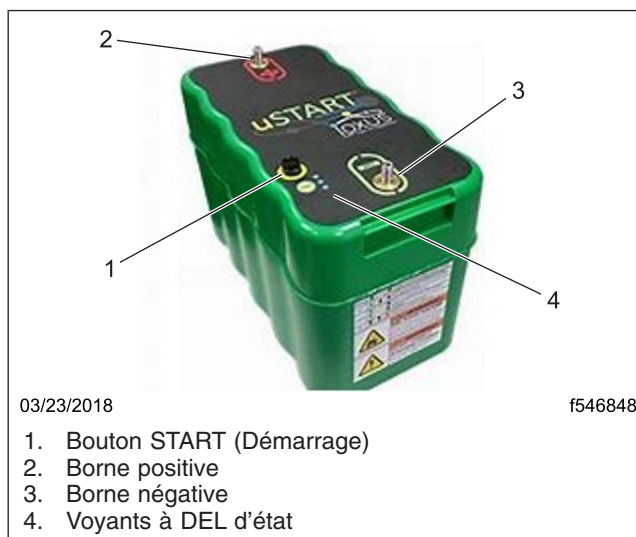

Fig. 1, Ultra-condensateur uSTART
4. Placez l'uSTART en mode « Maintenance » (Entretien). Une fois les câbles de batterie raccordés, maintenez le bouton uSTART enfoncé pendant 10 secondes, jusqu'à ce que les témoins à DEL s'allument en jaune. Reportez-vous à la figure 1.